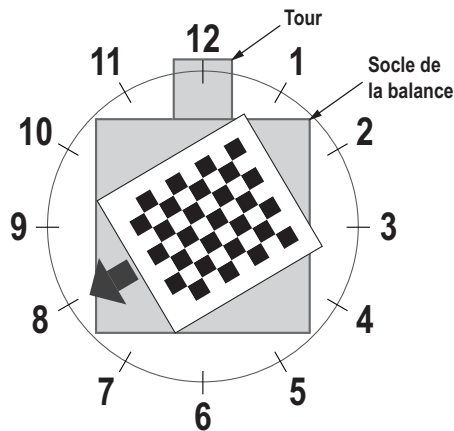

Figure 5-14. Tournez à 8 heures.
- Alignez l'objet d'étalonnage de sorte que les réticules soient centrés. Tournez l'objet d'étalonnage à 8 heures, la tour étant à 12 heures (Figure 5-14).